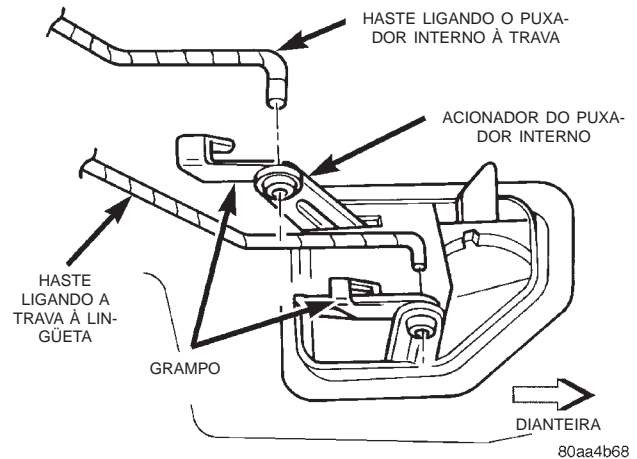

Fig. 52 Hastes da Trava
- (5) Levante o painel de acabamento, separando-o da vedação interna do cinto.
- (6) Movimento para fora o painel de acabamento da porta e desengate as hastes que ligam o puxador à lingüeta (Fig. 52).
- (7) Desconecte os conectores do chicote da fiação dos vidros elétricos, se equipado.
- (8) Remova o painel de acabamento da porta.